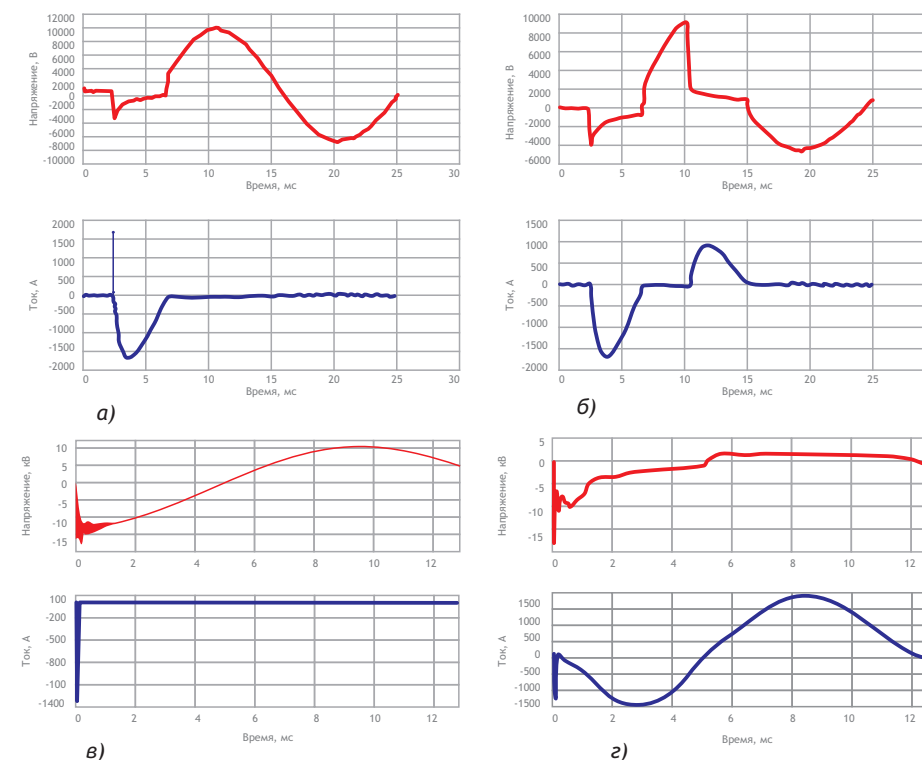

Рис. 2 Осциллограммы напряжения и тока на МКС при испытаниях на гашение сопровождающего тока:
1) при переходе сопровождающего тока 50 Гц через ноль (в дальнейшем такой тип гашения называется «гашением в нуле») (см. рис. 2, а); 2) без сопровождающего тока сети (в дальнейшем такой тип гашения называется «гашением в импульсе») (см. рис. 2, в)